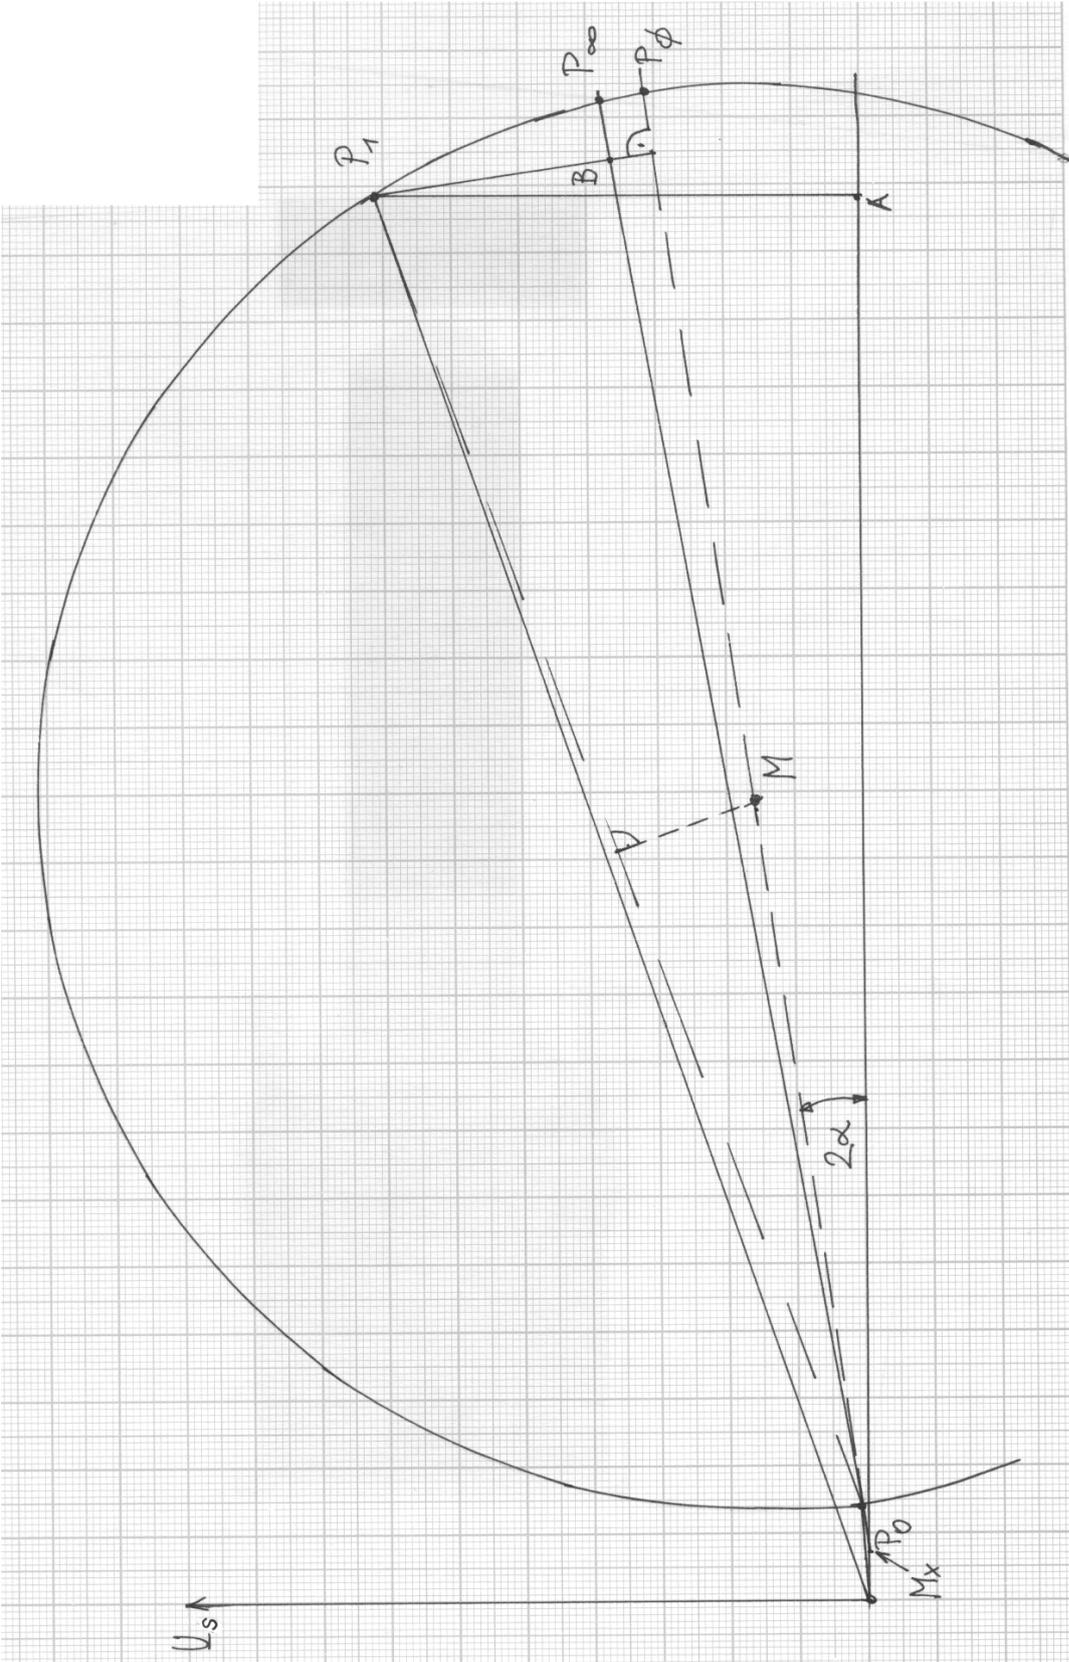

Bild 2.6-3: Konstruktion des OSSANNA-Kreises
Vom Leerlaufspannungszeiger (Länge 1,4cm, Phasenwinkel 85,9°) den Punkt P_0 des Kreisdiagramms einzeichnen Bild 2.6-3). Vom Stillstandsstromzeiger (Rotor festgebremst) (Länge 22cm, Phasenwinkel 71,2°) den Punkt P_1 bestimmen. Ein dritter Punkt P_3 wird durch den Strom 196A (19,6cm) bei 55° bestimmt. Von diesen drei Punkten kann der Kreismittelpunkt folgendermaßen abgeleitet werden:
- Der Schnittpunkt dieser beiden Normalen ergibt den Kreismittelpunkt M . (Bild 2.6-3)